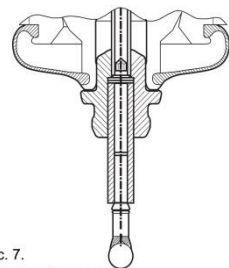

Рис. 7.
- Проверьте резиновый кожух. Кожух защищает механизм 3d щупа от загрязнений. Удостоверьтесь, что кожух установлен правильно (см. Рис. 7.).